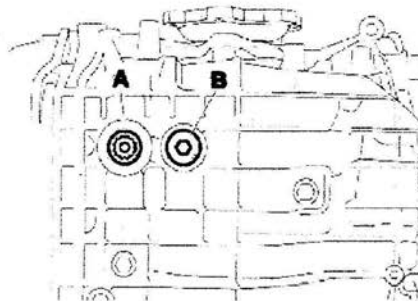

Figura 3 - Vista inferior mostrando os dois bujões
- Para drenar o fluido da transmissão automática variável 01J, solte o bujão de dreno "A" conforme indicado na figura 3, com a chave multibits 3357 e drene todo o ATF possível. (Aproximadamente 5 litros sairão da transmissão).
- Com o auxílio de um termômetro infravermelho monitore a temperatura da transmissão, e quando a temperatura atingir entre 35°C e 40°C, solte o bujão de verificação "B" conforme indicado na mesma figura 3.